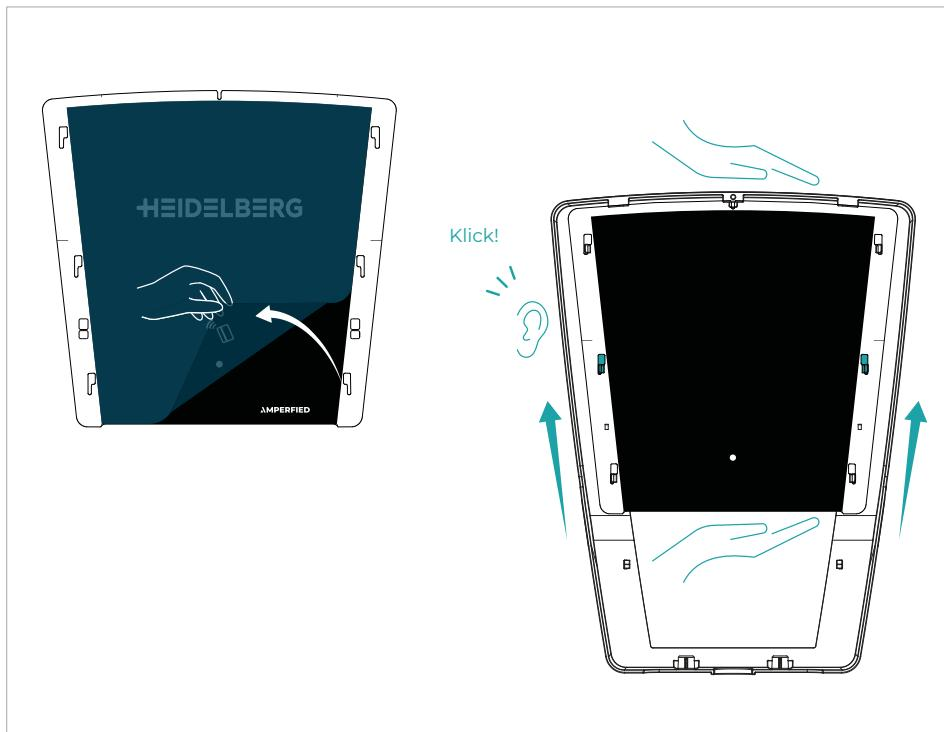

Fig. 9
- Lossa skyddsfilmen från kåpan som i fig. 9.